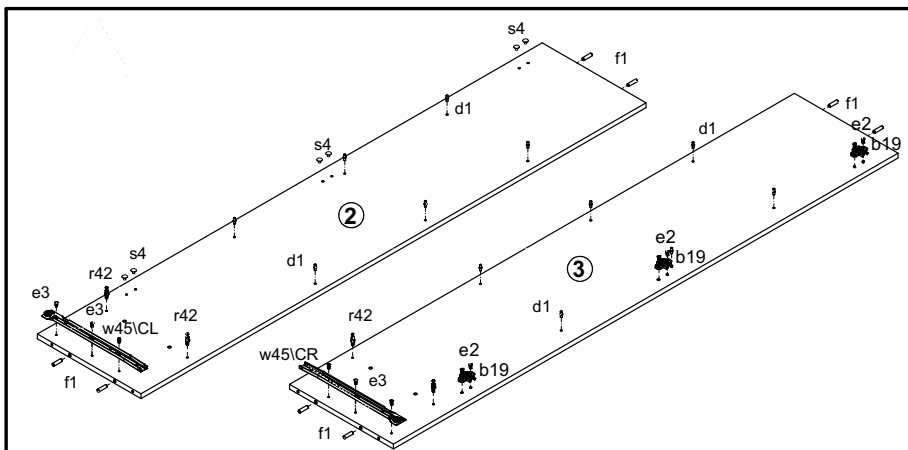

Рисунок 2
2. В отверстия Ø8 мм на верхних и нижних кромках стенок боковых 2, 3, боковых кромках полки соединительной 6 вбить деревянные шканты f1 (см. рис. 2, 3). **ВНИМАНИЕ!** В случае, если шкант выступает из отверстия более, чем на 10 мм, его необходимо укоротить, т.к. возможно повреждение деталей.
3. В отверстия Ø15 мм на нижней поверхности полки соединительной 6 вставить стяжки эксцентриковые r1 (см. рис. 2).
4. В отверстия Ø4 мм на внутренних поверхностях стенок боковых 2, 3 прикрутить шурупами e3 металлические направляющие w45lCR, w45lCL (см. рис. 2).
5. В отверстия Ø5 мм на внутренних поверхностях стенок боковых 2, 3 вкрутить винты стяжки r42 (см. рис. 2).
6. В отверстия Ø5 мм на внутренних поверхностях стенок боковых 2, 3 вбить полкодержатели d1 (см. рис. 2).
7. В зависимости от выбора лево- или правостороннего направления открывания двери 19, в отверстия Ø5 мм на внутренних поверхностях стенок боковых 2 или 3 прикрутить еврошурупами e2 ответные планки петель b19. Отверстия Ø5 мм на противоположной стенке боковой закрыть заглушками s4 (см. рис. 2).